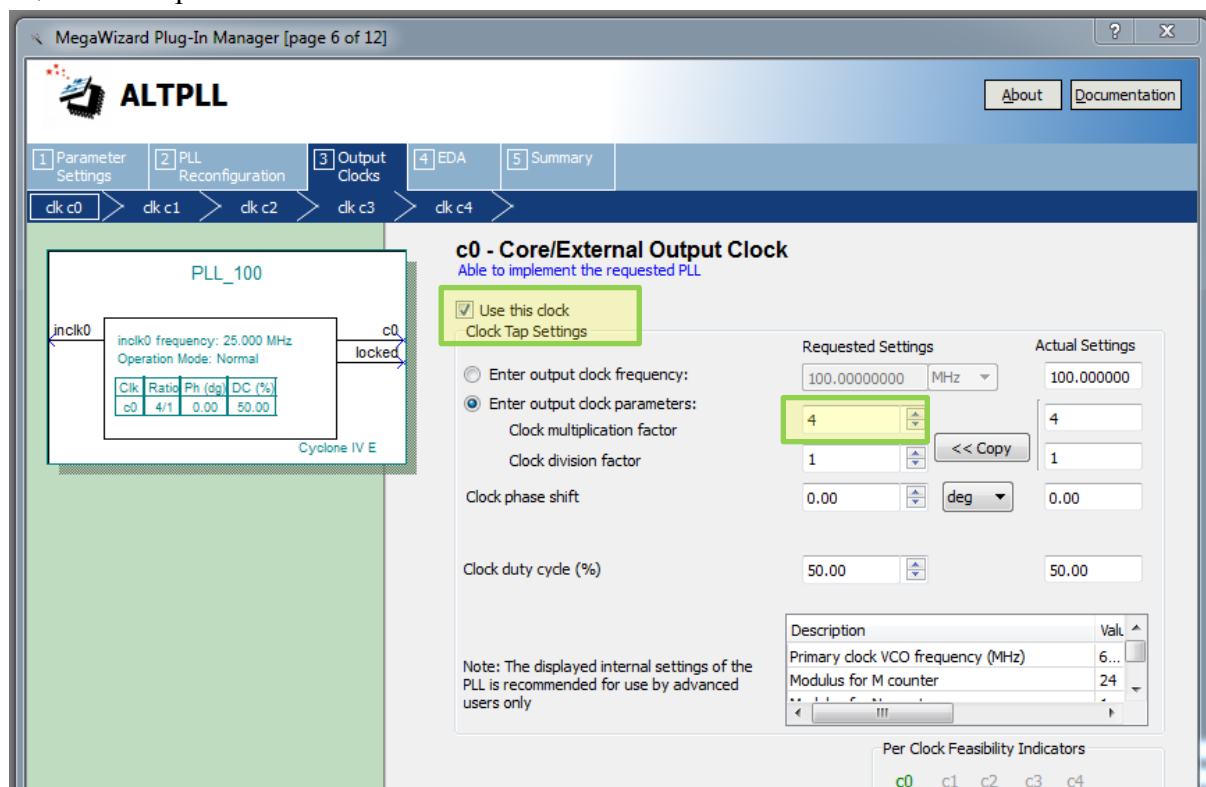

Рис. 25 Окно настройки экземпляра выбранного компонента (page 6)
6.6. В появившемся окне **“MegaWized Plug-In Manager [page 6 of 12]”** выберите опции как на рис. 25.